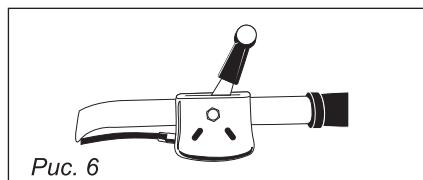

Рис. 6
7. Закрепите рычаг газа на левой рукоятке и зафиксируйте болтом, рис. 6.